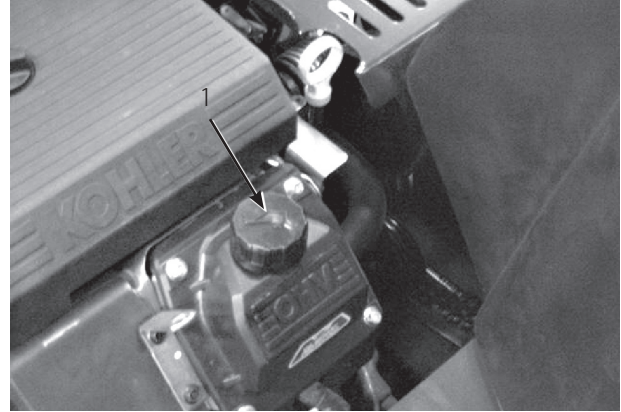

図 44
3. 給油口からゴミが入ってエンジンを傷つけないように、ディップスティック (図44) の周囲をウェスできれいに拭く。
5. 補給管 (図44) から、必要量の80% 程度をゆっくり入れる。34ページの「エンジン・オイルについて」を参照。